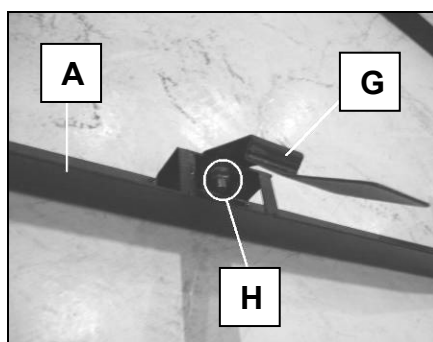

Fig 15
- Montez la patte de fixation (**G**) sur le bras inférieur (**A**) et fixez-la avec un ensemble vis hexagonale M8x20 / écrou M8 / rondelle de 8mm (**H**) (Fig 15).